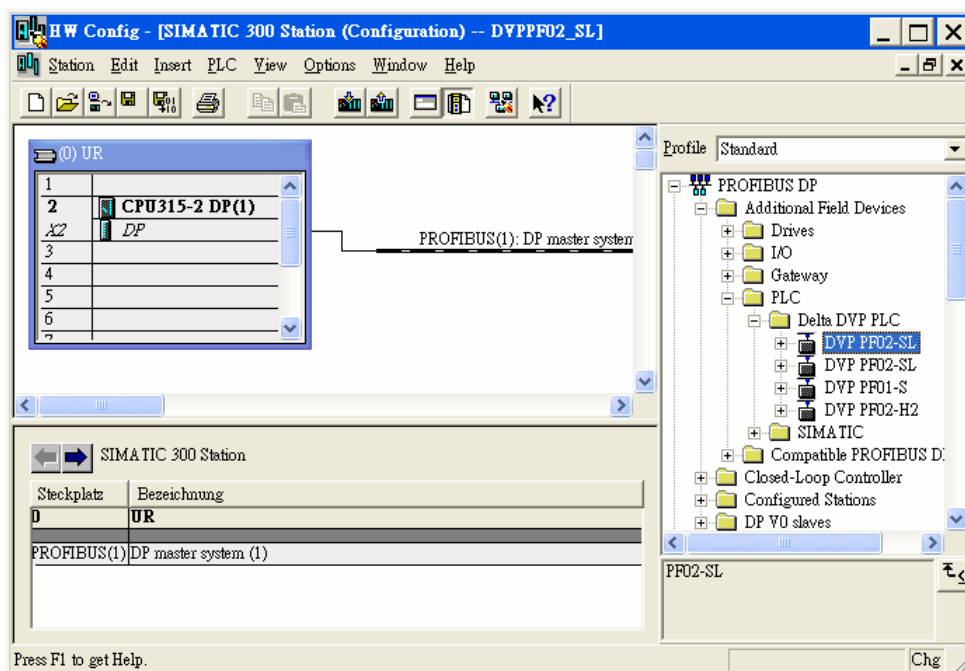

图 10-20
1. 如图 10-20 所示，选中 PROFIBUS DP 总线，双击图 10-20 右栏内的 DVPPF02-SL 图标会出现一个新的对话框。